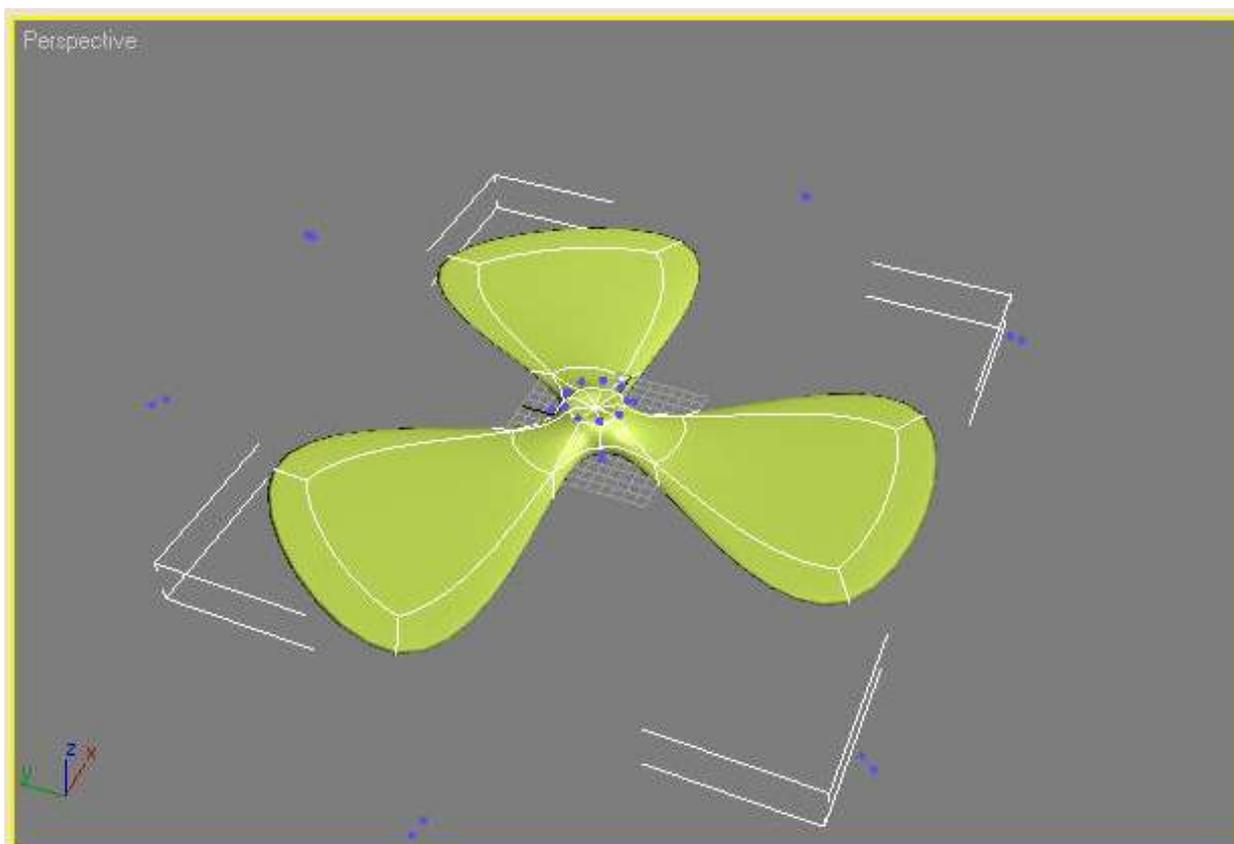

Рис. 16 – Объект в режиме **Vertex (Вершина)** модификатора **MeshSmooth (Сглаживание)**
7. Лопастей необходимо повернуть на определенный угол, как в реальных вентиляторах. Для этого перейдите на вкладку **Modify (Изменение)** командной панели. Раскройте строку **MeshSmooth (Сглаживание)** в стеке модификаторов, щелкнув на значке «плюс». Переключитесь в режим редактирования **Vertex (Вершина)** — так вы сможете управлять формой сглаженного объекта. В центре полученного объекта есть контрольные точки, а напротив каждой лопасти по две пары управляющих вершин — эти точки обозначены синим цветом (рис. 16).